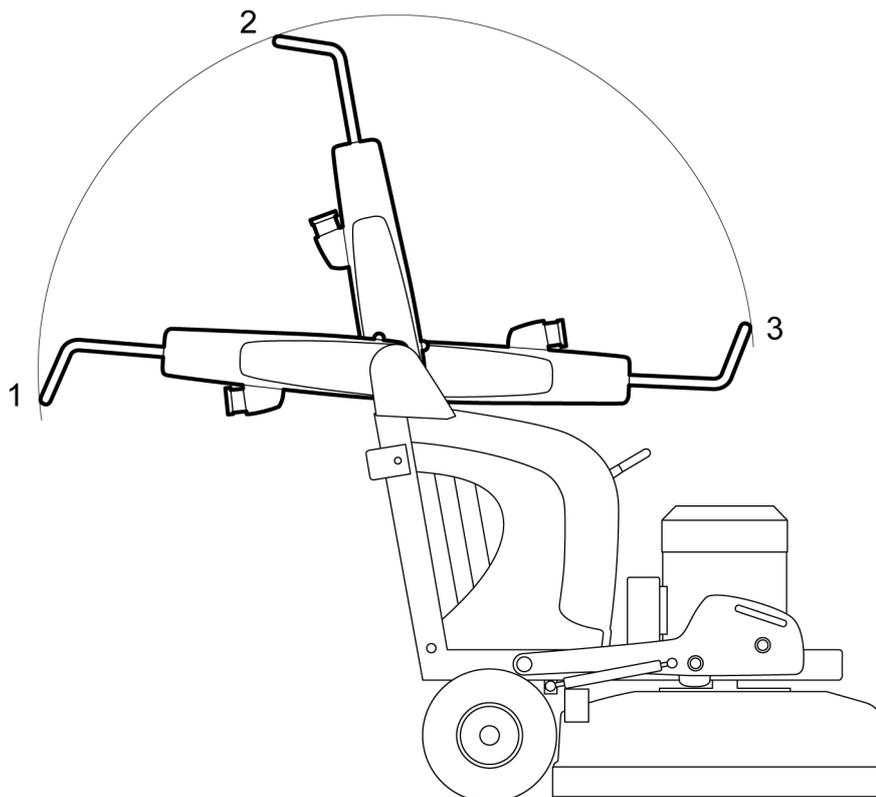

Figure 4-2. Positions d'inclinaison de la poignée
1. Rabattez la poignée en arrière, voir *Figure 4-2, page 14*.
4. Réglez la poignée à la hauteur de travail, voir *Figure 4-2, page 14*.